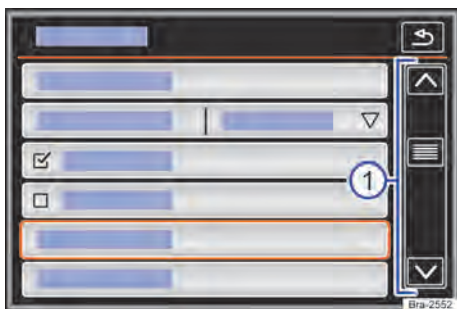

Fig. 112 Representação esquemática: entradas de lista, menu de configurações.
Se em uma exibição de lista houver mais registros selecionáveis do que podem ser visualizados, são mostradas superfícies de função para a rolagem ou uma barra de rolagem à direita na imagem → Fig. 112 ①.
As entradas de lista podem ser acessadas pelo toque direto no display, ou por meio do botão de regulagem → Fig. 112 ①.